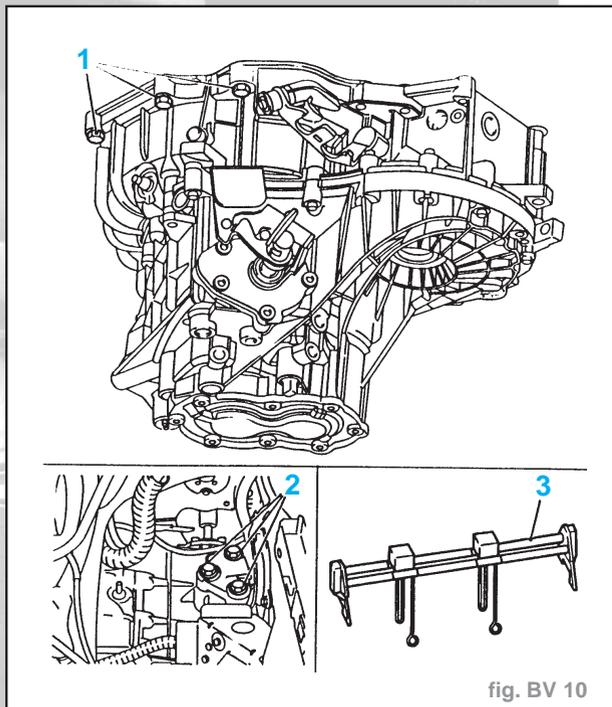
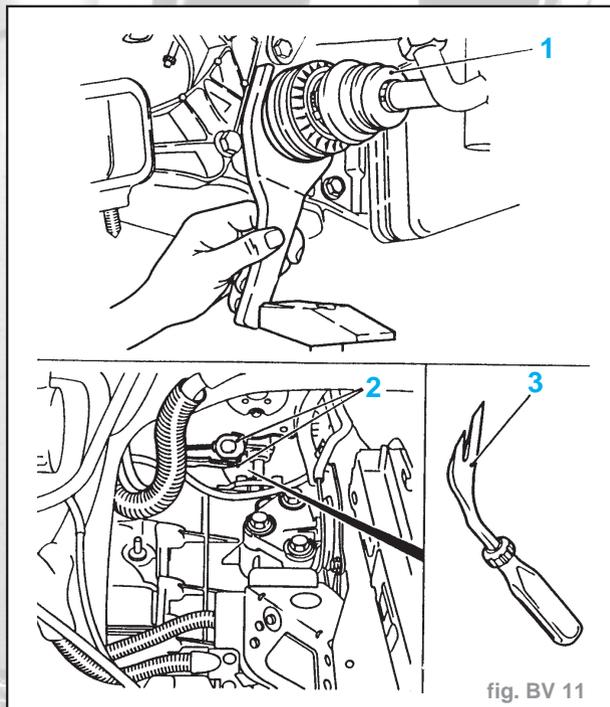

fig. BV 10
fig. BV 11
- Remplir le réservoir de liquide de frein (2) jusqu'au repère "MAX" et obturer avec le bouchon étanche.
- Désaccoupler la conduite de pression avec la pièce de raccordement (3) de la conduite de pression de débrayage central placée sur le carter d'embrayage. Pour cela déverrouiller l'agrafe (4) avec un tournevis et retirer. Ensuite, recourber un peu l'agrafe et la replacer dans la pièce de raccordement.
- Déposer les trois vis de fixation supérieures (1) pour boîte de vitesses. Tirer le tuyau du liquide de refroidissement vers le haut et le bloquer avec un serre-câbles si nécessaire (fig BV. 10).
- Déposer les vis de fixation (2) du bloc amortisseur moteur côté gauche de la boîte de vitesses.
- Abaisser le moteur avec boîte de vitesses grâce à l'outil MKM-883-1 (3) d'env. 5 cm. Veiller à ne pas étirer les conduites de refroidissement et les faisceaux de câbles.
- Déposer les arbres de roues de la boîte de vitesses (voir chapitre "Transmission") (fig BV. 11).
- Détacher les tirettes de câble (2) de commande de vitesses de l'ensemble levier de renvoi de vitesses à l'aide de KM-475-A (3).
- Depuis le haut, déposer le support (2) des câbles de commande (1) de la boîte
- Reposer les vis de fixation supérieures (1) sur la boîte de vitesses. (fig. BV.10).